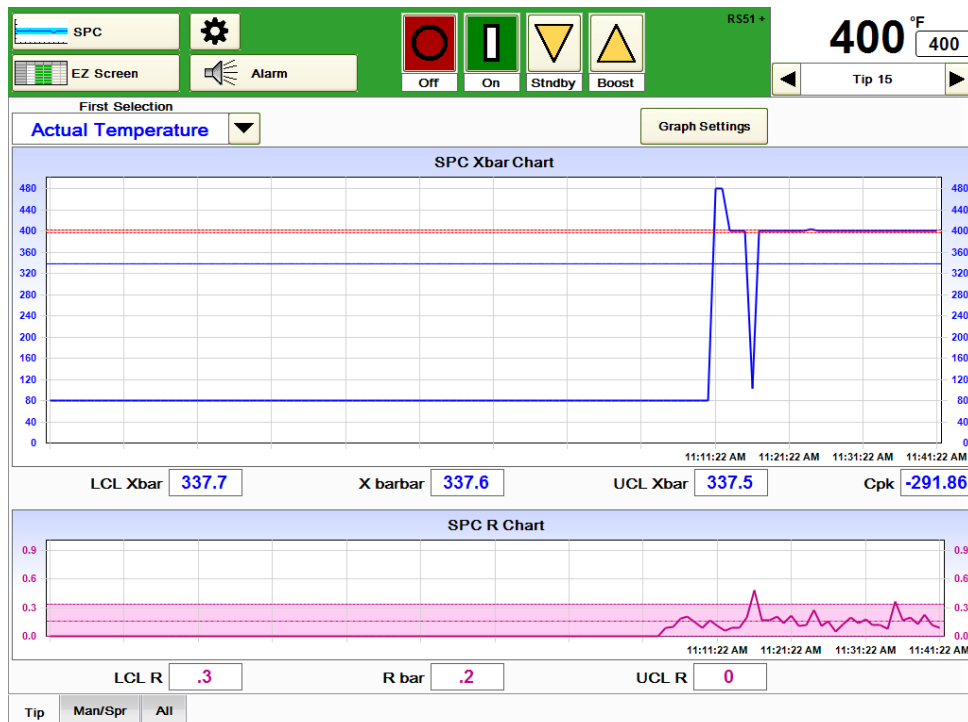

Abbildung 6h SPC-Diagramm
SPC-Diagramm: Dieses Diagramm zeigt die statistische Prozessregelungs-XbarR-Karte für jedwede Variable. Zur Auswahl stehen Ist-Temperatur, Abweichung (vom Sollwert), prozentualer Output, Heizenergie (Stromstärke), Heizspannung, Heizwiderstand, Soll-Temperatur und manueller Output-Sollwert in %. In Abbildung 6h wird die Ist-Temperatur angezeigt. Die untere Eingriffsgrenze (LCL Xbar), der Mittelwert (X barbar) und die obere Eingriffsgrenze (UCL Xbar) sowie der Fähigkeitsindex (Cpk) werden berechnet und unterhalb des oberen Diagramms angezeigt. Der Wertebereich (R) wird berechnet und im unteren Diagramm zusammen mit der unteren Eingriffsgrenze (LCL R), dem Bereichsmittel (Rbar) und der oberen Eingriffsgrenze (UCL R) angezeigt.